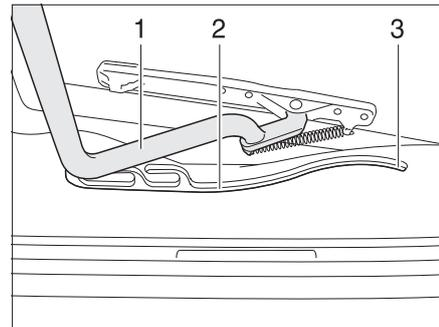

Bild 86 Heki-Dachhaube, Führung
■ Den Bügel (Bild 86,1) in den Führungen (Bild 86,2) bis in die hinterste Position (Bild 86,3) ziehen.
*Schließen:* ■ Den Bügel (Bild 86,1) mit beiden Händen leicht nach oben drücken.
- Den Bügel in den Führungen (Bild 86,2) bis zur gewünschten Stellung ziehen.